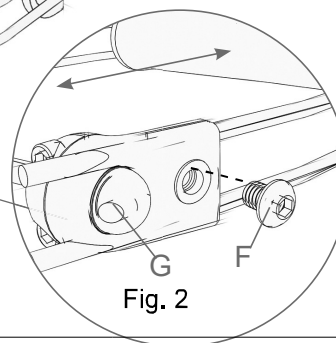
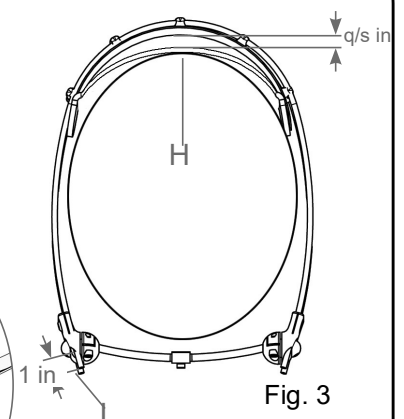

Fig. 2
Fig. 3
- 2 Retire el tornillo (A) y la arandela (B) de la placa de montaje del sistema DFS².
- 4 Coloque de nuevo el tornillo y la arandela y apriete (B). Ajuste de la cincha frontal:
- 5 Con una llave Allen de t/ds in, afloje el tornillo de ajuste de las varillas guía (fig. 2, F) y deslice ambas varillas guía en la misma medida hasta alcanzar el diámetro deseado.
- 6 Coloque la cincha de neopreno (D) en la posición deseada sobre la frente.
- 7 Deslice las varillas guía a través de la abrazadera hasta que la cincha de neopreno esté aproximadamente a q/s in del soporte guía de plástico (E). La cincha debe ceñirse bien a la frente (fig. 3, H).
- 8 Apriete de nuevo el tornillo de ajuste de las varillas guía (F) para que la posición se mantenga.
- 9 Las varillas guía se pueden recortar a 1 in para limitar la protrusión hacia atrás. En tal caso, es preciso retirar las tapas de vinilo antes de recortar las varillas y, a continuación, volver a colocarlas (fig. 3, I).
- 12 Inserte una llave Allen en el orificio expuesto (fig. 2, G) en la pieza plateada de ajuste del ángulo y gire la llave hasta que la almohadilla de la frente y las varillas guía se encuentren en el ángulo deseado.